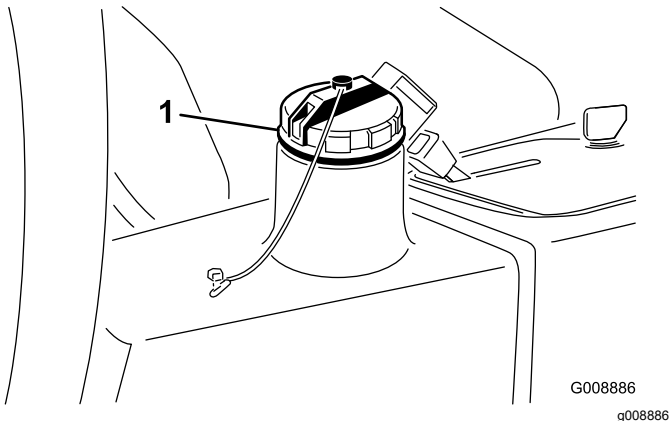

Figura 66
3. Llene el depósito (Figura 66) con aproximadamente 13,2 litros de aceite hidráulico; consulte Comprobación del sistema hidráulico.